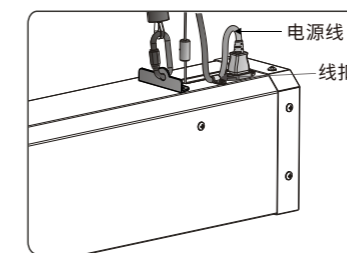

图14
8. 将线扣套住电源线,再把 $\text{O}4 \times 10\text{mm}$ 螺丝穿过线扣孔位,然后将电源线固定在银幕外壳左端顶部(如图14)。(注意:电源线与牵引钢丝要错位,以防损坏电源线。)